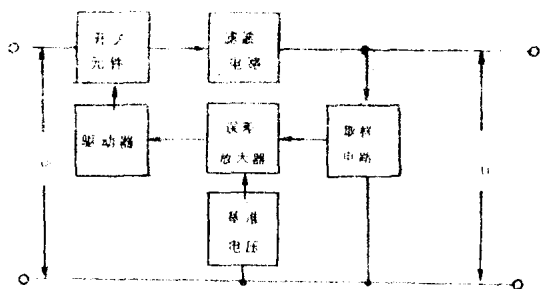

图1 自激式
(1) 自激式开关稳压电源,如图 1 所示,在自激式开关稳压电源中,利用电源电路中的开关管、高频变压器构成正反馈环路,来完成自激振荡,使开关稳压电源有直流电压输出。在电视机中,开关电源的振荡频率受行频脉冲的同步,即使在行扫描电路发生故障时,电源电路仍能自激振荡,而有直流电压输出,方便了电视机的维修与调整。